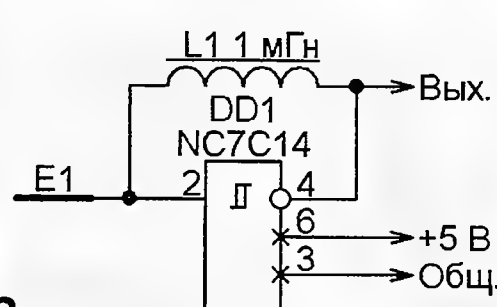

Рис. 3
**Ёмкостный датчик присутствия (рис. 3, <http://prosje.be/Projects/CapacitiveSensorII.png>).** Датчик Е1 представляет собой лист алюминиевой фольги, наклеенный на плотную бумагу